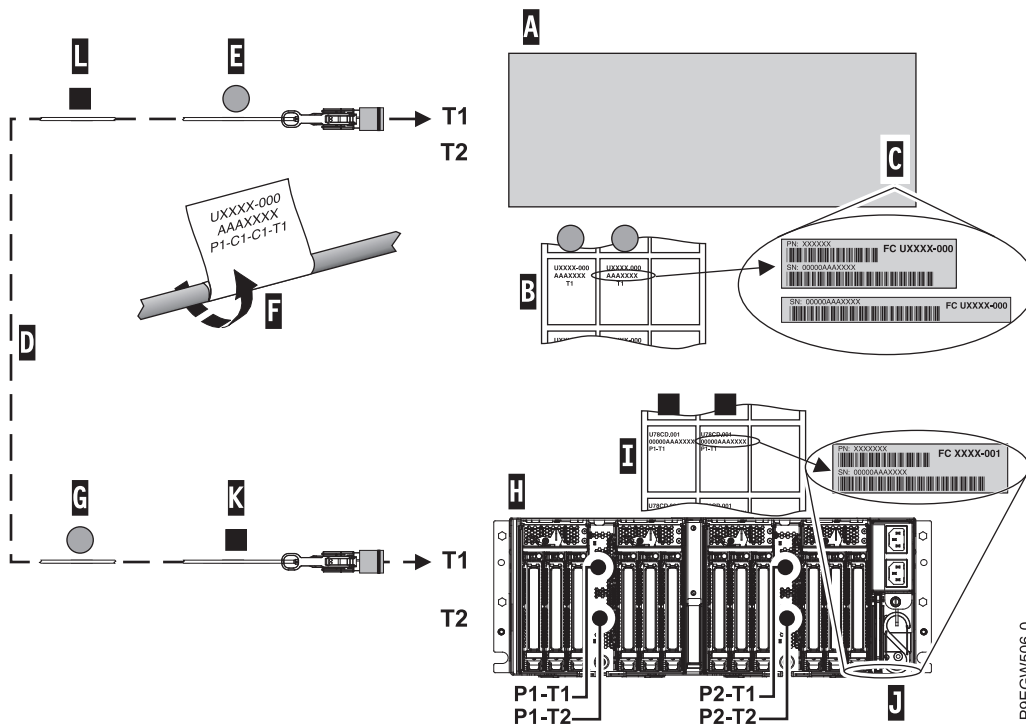

Figura 15. Etiquetado de un cable del cajón de expansión
4. Pegue las etiquetas de ubicación del sistema host en el cable del cajón de expansión. Mientras realiza estos pasos, consulte la Figura 15 en la página 18 como referencia.